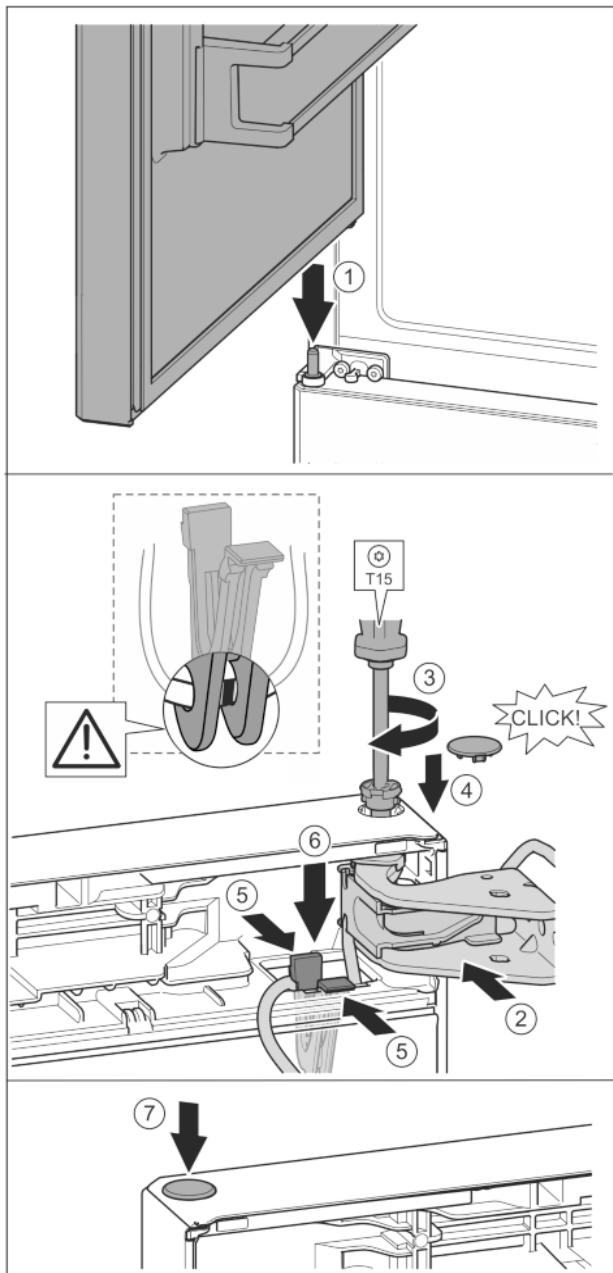

Fig. 39
- Встановлення верхніх дверцят на середній опорний палець Fig. 39 (1)
- Вирівнюйте дверцята зверху по отвору в опорному кронштейні. Fig. 39 (2)
- Вставте палець та закрутіть за допомогою викрутки T15. Fig. 39 (3)
- Встановіть захисну кришку для захисту дверцят: вставте захисну кришку і проконтролюйте, щоб вона прилягала до дверцят. Якщо це не так, повністю вставте палець. Fig. 39 (4)
- Вставте тримач із зафікованим в ньому кабелем в отвір. Fig. 39 (5)
- Притисніть тримач донизу так, щоб з'єднувальна накладка зафіксувалася. Fig. 39 (6)
- Вставте пробку. Fig. 39 (7)